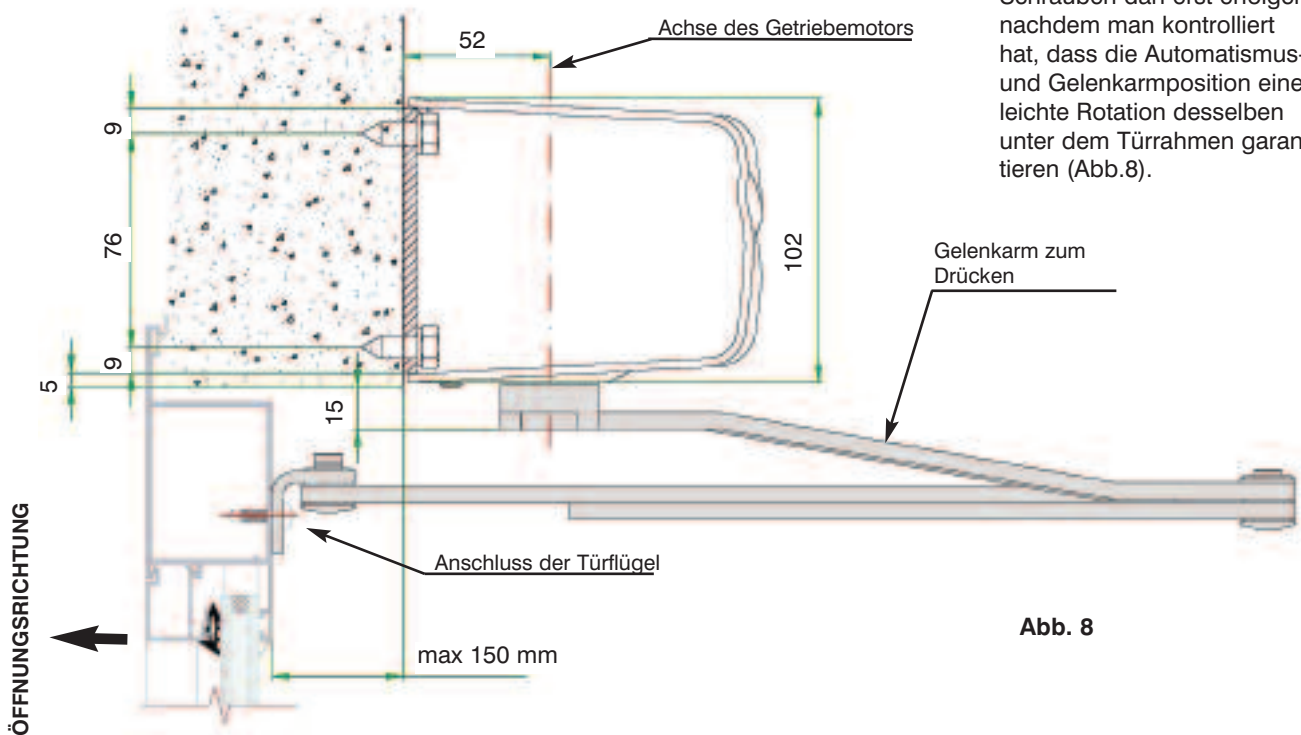

Abb. 8
**⚠️ ACHTUNG:** Das endgültige Festziehen der Schrauben darf erst erfolgen, nachdem man kontrolliert hat, dass die Automatismus- und Gelenkarmposition eine leichte Rotation desselben unter dem Türrahmen garantieren (Abb.8).
In die Halter des Gelenkarms (Abb.8 Teile A, B und C) die 3 geeigneten Kunststoffbuchsen (E) und in den Halter für den Türflügelanschluss (D) die Kunststoffbuchse (F) einlegen.
Den Bügel des Arms in den Sitz am Getriebemotor einsetzen (Abb.13 Teil A) und mit den beiden mitgelieferten Senkschrauben befestigen (Abb.8 Part.B).